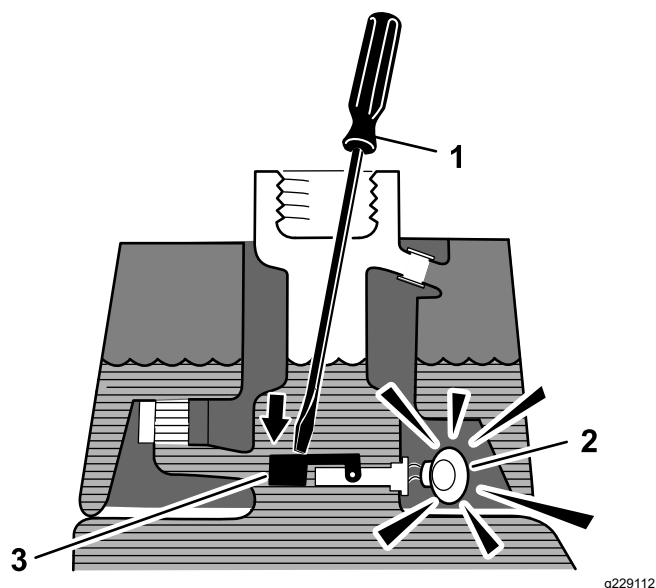

Figura 48
3. Introduisez une tige ou un tournevis propre dans le goulot du réservoir et enfoncez doucement le contacteur à flotteur (Figura 48) ; l'alarme devrait se déclencher au bout d'une seconde.